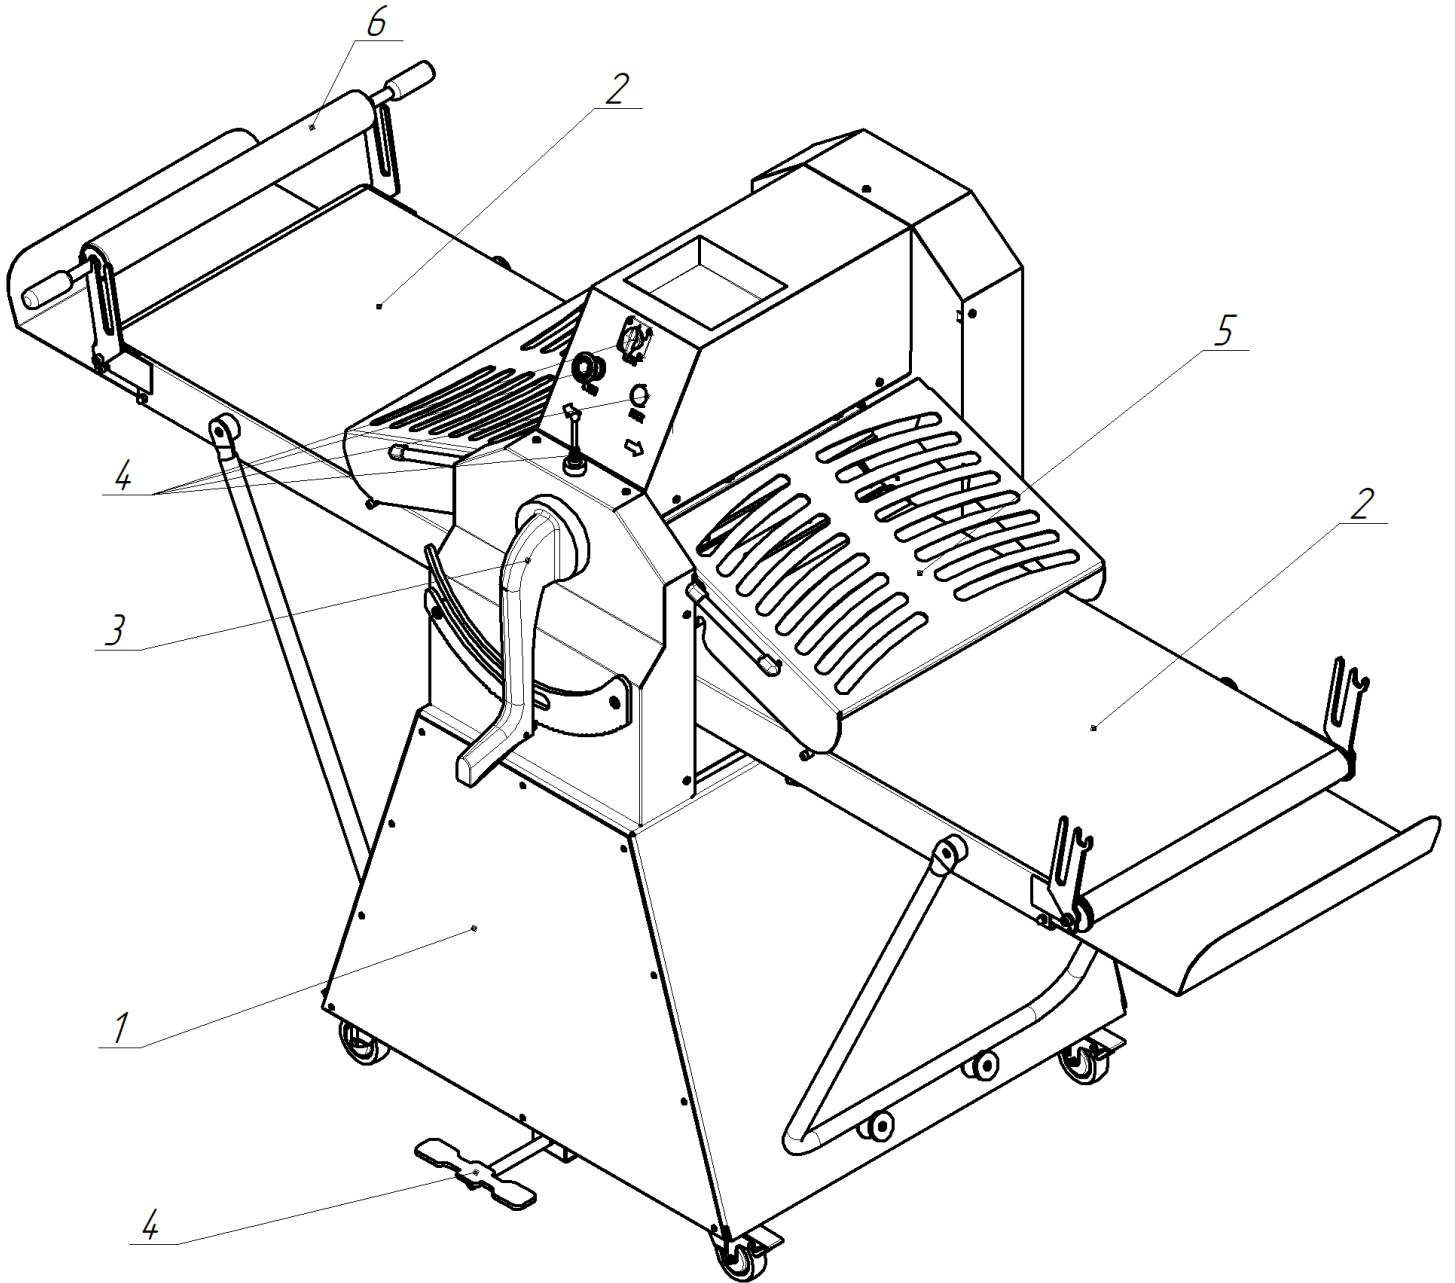

Рисунок 1.
1. Машина состоит из подставки (**рис.1 поз.1**), на котором закреплена машина, в щёках станины установлены раскатывающие валы (**рис.2**), привод валов (**рис.3**), привод транспортёров (**рис.4**), транспортёры (**рис.1 поз.2**), рукоятка регулирования зазоров между валами (**рис.1 поз.3**), кнопки, джойстик, педаль управления (**рис.1 поз.4**). На специальных кронштейнах установлена скалка (**рис.1 поз.6**). Предусмотрены скребки для очистки валов от теста (**рис.2**). Ограждение (**рис.1 поз.5**) снабжено блокировкой.
6. Джойстик и педаль (**рис.1 поз.4**) служит для переключения направления движения транспортёров.
7. Рукоятка регулирования зазоров (**рис.1.поз.3**) служит для выставления необходимого расстояния между раскатывающими валами.
8. Скалка (**рис.1 поз.6**) служат для накатывания на них тонкого теста для последующей переработки.
10. Ограждение (**рис.1 поз.5**) оснащены концевым выключателем, которая отключает машину при ее поднятии.